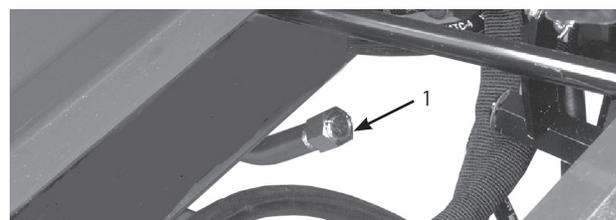

図17
3. ディップスティック付きキャップを油圧タンク (図17) の補給口に軽く指締めする。レンチで締め付ける必要はない。